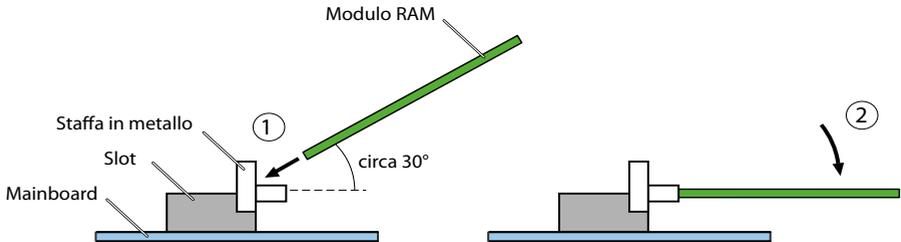

Fig. 79 Sostituzione del modulo DSP
4. Posizionare il modulo leggermente piegato nello slot desiderato (vedere Fig. 79).